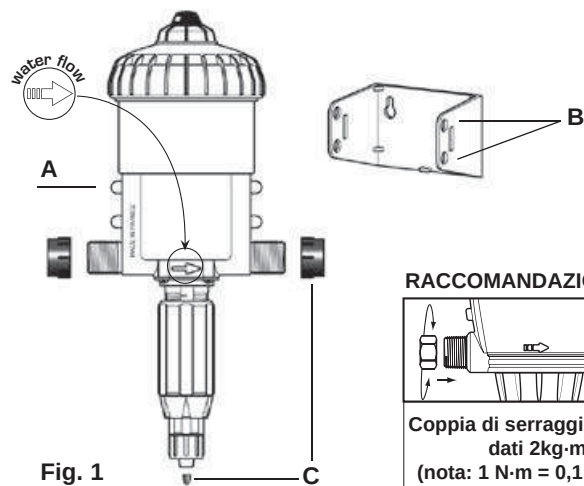

Fig. 1
- un tubo di aspirazione con succhieruola. Il supporto serve al fissaggio murale del DOSATRON. Inserire il DOSATRON nel supporto spostando leggermente i bracci del supporto per incastrare i 4 naselli del corpo principale (**Fig. 1-A**) negli orifici corrispondenti del supporto (**Fig. 1-B**).
Rimuovere i tappi di protezione (**Fig. 1/2-C**) che ostruiscono gli orifici del suo DOSATRON prima di collegarlo alla rete d'acqua.